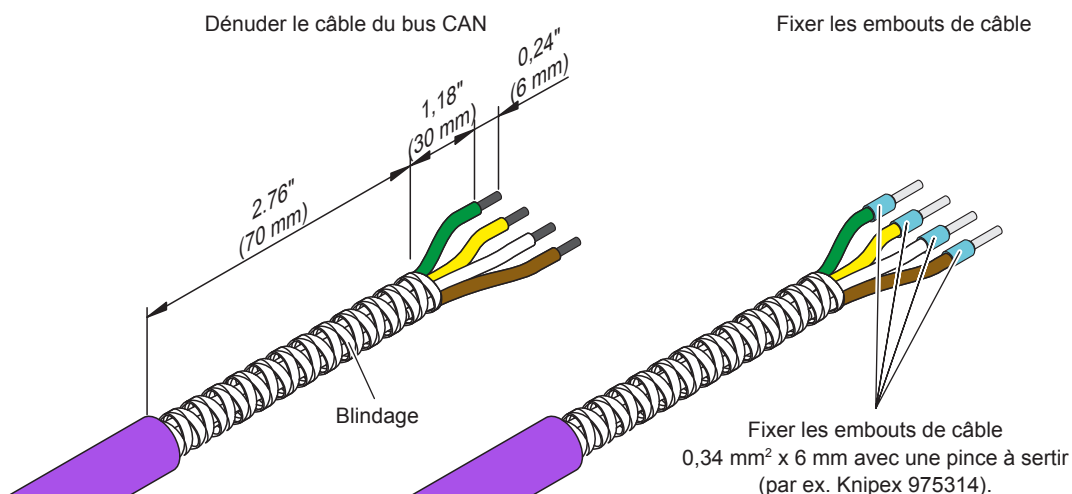

Fig. 25: Préparer le câble
3. Préparer le câble du bus CAN selon Fig. 25 pour le raccordement du connecteur.